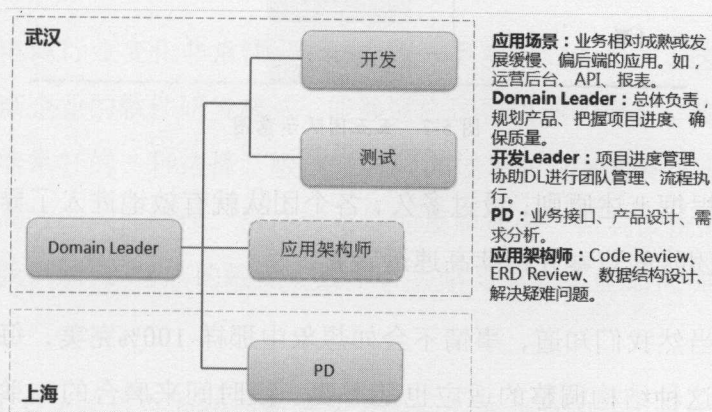

图 5-6 二八团队示意图
**应用场景：**业务相对成熟或发展缓慢、偏后端的应用。如，运营后台、API、报表。这种团队的特点是，所有人对当前产品已非常熟悉，或者对 UI 界面的用户体验要求不是非常苛刻，PD 一人足以决定产品的下一阶段走势。如此一来，DL 就可以和开发团队一起工作，更加专注于迭代开发的效率、质量和流程，如图 5-6 所示。